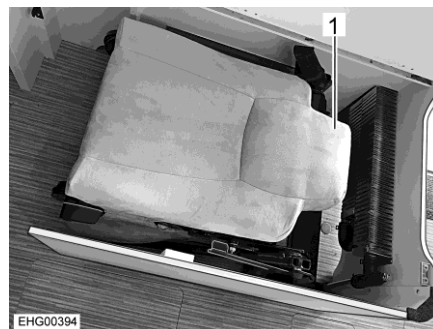
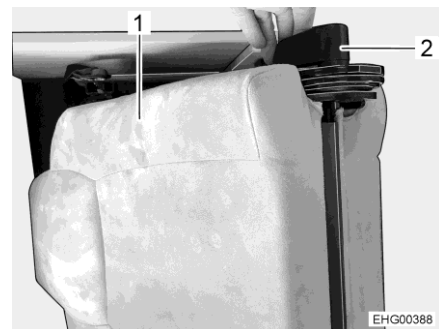

Fig. 21 Siège supplémentaire, escamoté
Fig. 22 Dossier, partie supérieure
- Ouvrir le verrouillage (Fig. 22,2) du dossier.
- Faire pivoter la partie supérieure du dossier (Fig. 21,1 et Fig. 22,1) vers le haut.